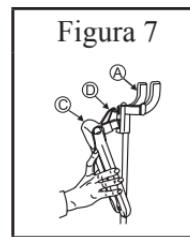

Figura 7
2. Slant el gancho (D) de Folding Rack (C) en todo el ángulo de 40 grados, y luego insertarlo en el agujero de la percha (A). (Figura 7)